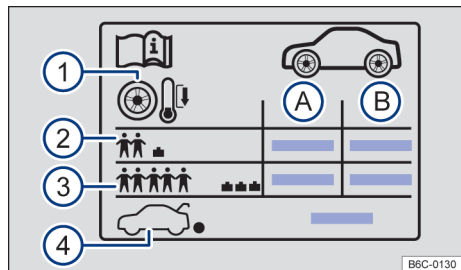

Fig. 194 Etiqueta com as pressões dos pneus.
Indicações na etiqueta de pressão dos pneus → Fig. 194:
- Adequar a pressão dos pneus sempre à condição de carga do veículo → Fig. 194 ③.